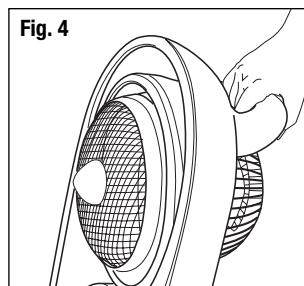

Fig. 4
- Para mover la unidad, girar los ventiladores lejos, quitar la cuerda del poder y recoger por el asidero (Fig. 4).